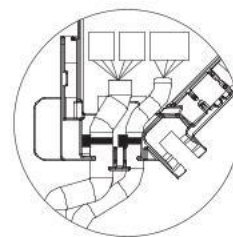

Fig. 10-15
- Kontrollér, at båndet, der holder i-See-sensorens og signalmodtagerens tilslutningsledninger fast, er placeret i el-boksen. (Fig. 10-15)